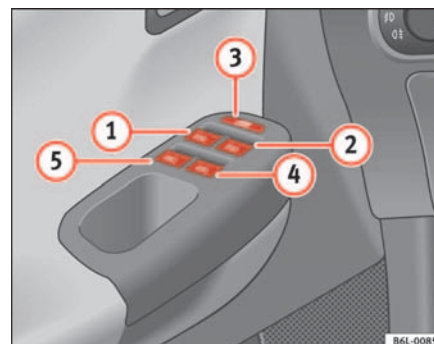

Fig. 52 Détail de la porte du conducteur : éléments de commande des glaces avant et arrière
Les touches $\Rightarrow$ page 89, fig. 52 ① et ② disposent de deux positions pour l'ouverture des vitres et de deux autres pour leur fermeture. Il est ainsi plus simple de contrôler les processus d'ouverture et de fermeture.